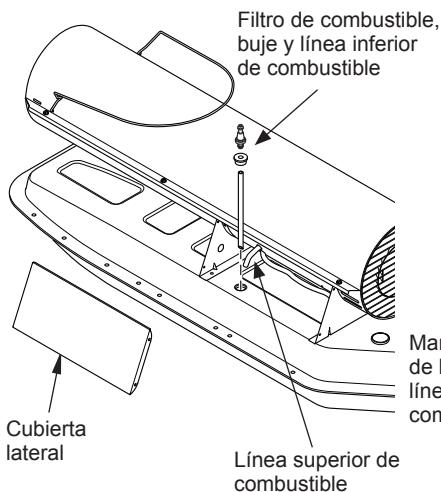

Figura 11 - Desmontaje del filtro de combustible
3. Quite la línea superior de combustible del cuello del filtro de combustible (consulte la figura 11).
4. Saque cuidadosamente el buje, el filtro de combustible y la línea inferior de combustible del tanque de combustible (consulte la figura 11).